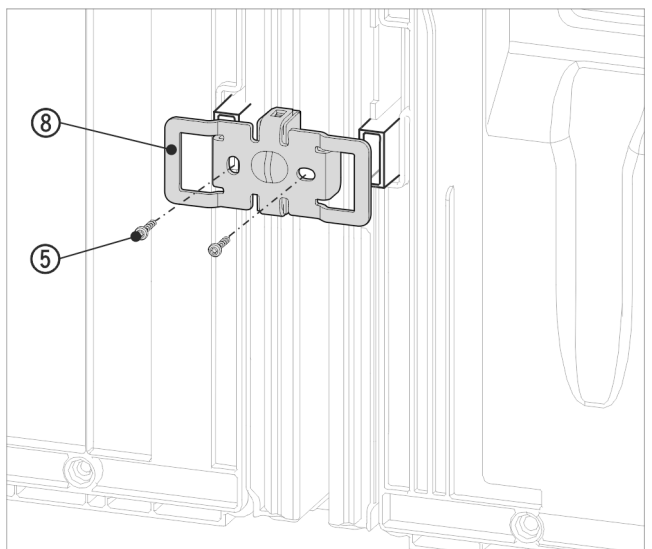

Fig. 19 Reprezentare exemplificativă
- ▶ Împingeți din nou vinclul Fig. 19 (8) cu degajările peste locașul pentru distanțierul de perete.
- ▶ Strângeți ferm cu 2 șuruburi Fig. 19 (5).